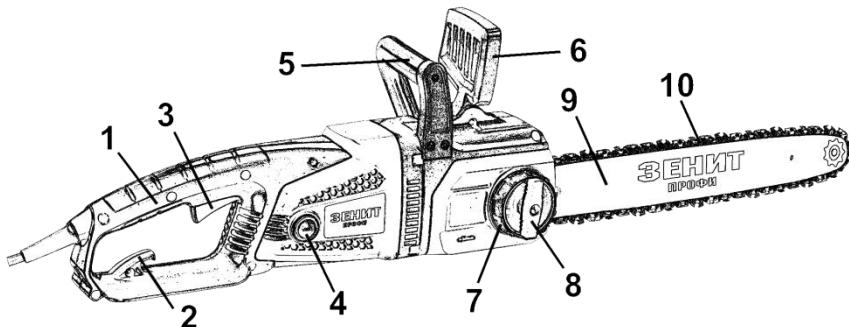

Рисунок 1
- 3.1.2 Відкрутіть фіксатор (8, рисунок 1), від'єднайте захисну кришку приводного зубчастого колеса.
4.1.2 Для ввімкнення виробу натисніть на кнопку блокування від випадкового ввімкнення (розташована з лівій сторони основної рукоятці), а потім на курок вимикача (3) (рисунок 1). Для відключення виробу слід курок вимикачу відпустити.